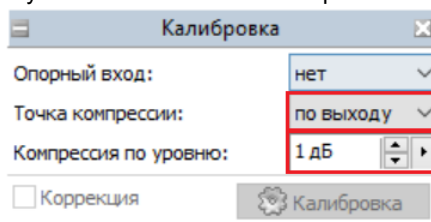

Рисунок 5. Выбор типа канала.
6. В панели управления «Калибровка» установить тип точки компрессии и её уровень (рис. 5).